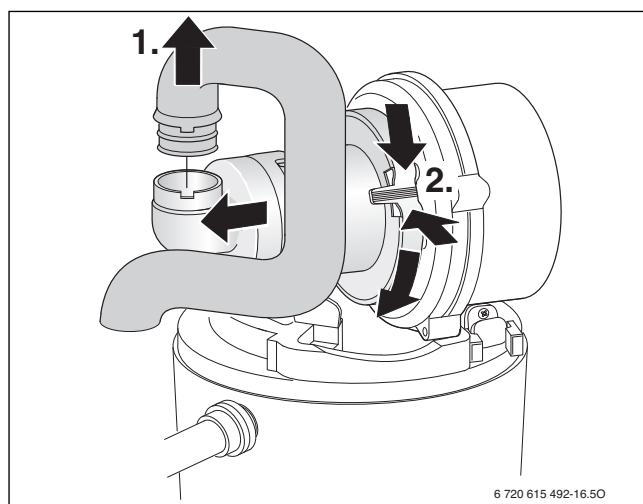

Fig. 45 Smontaggio del tubo di aspirazione e del dispositivo di miscelazione
- Smontare il dispositivo di miscelazione (→ fig. 45).